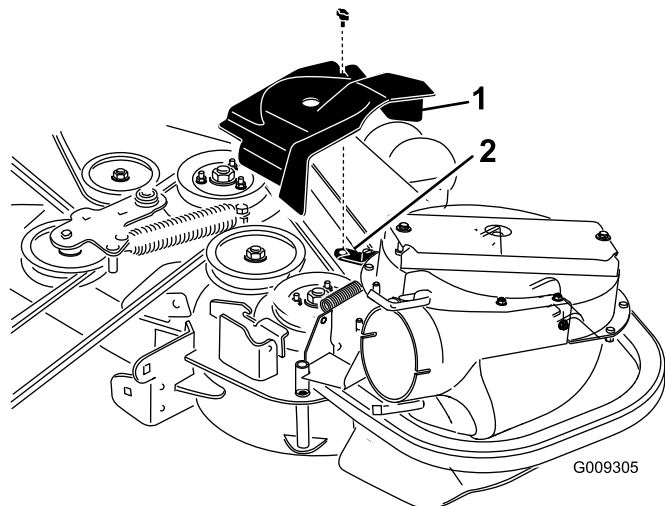
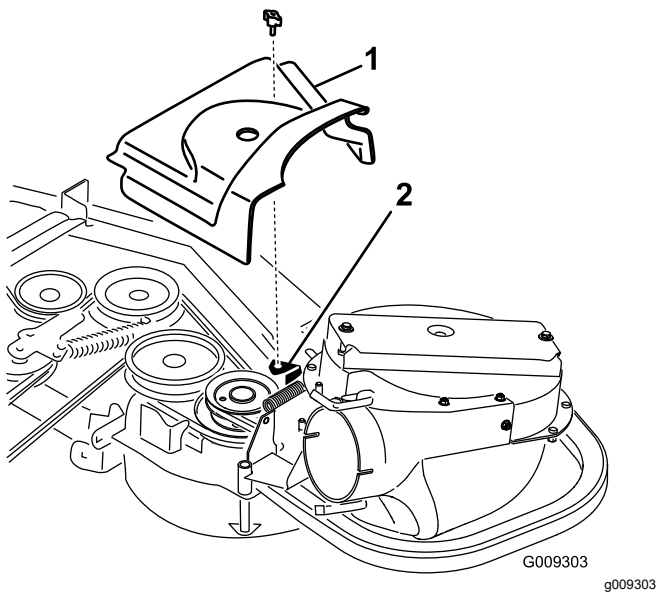

Bild 31
Bild 32
2. Befestigen Sie die neue Riemenabdeckung so, dass die Kerben an beiden Seiten über die Stützen der Riemenabdeckung gehen und verriegeln den Riegel (Bild 31 oder Bild 32).